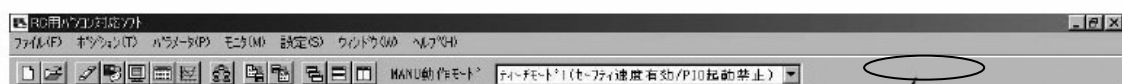
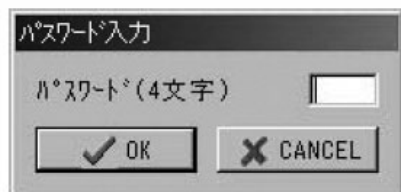

図 18.1 メニューバー
図 18.2 パスワード入力画
- (1) ツールバーの空白部(図 18.1 参照)を Ctrl ボタンを押しながらクリックすると、図 18.2 のようなパスワード入力画面が表示されます。